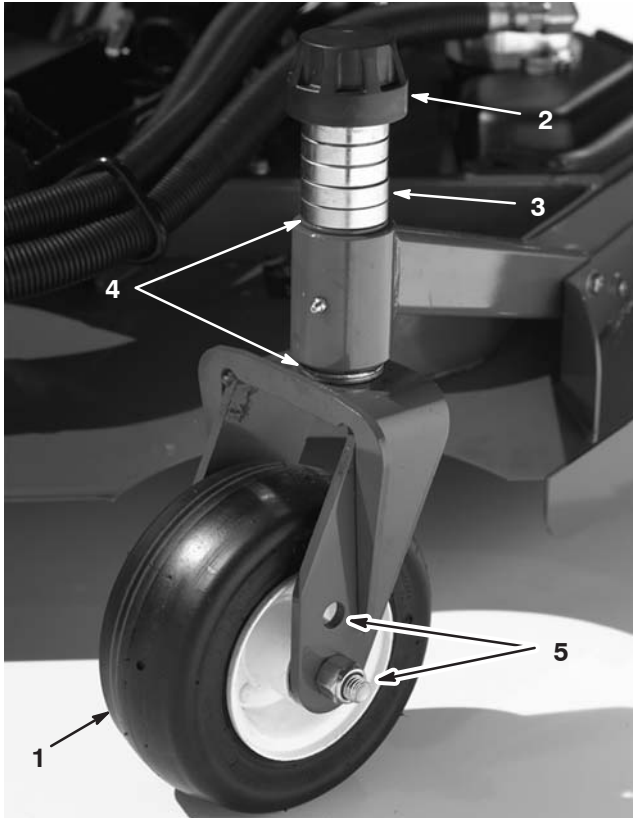
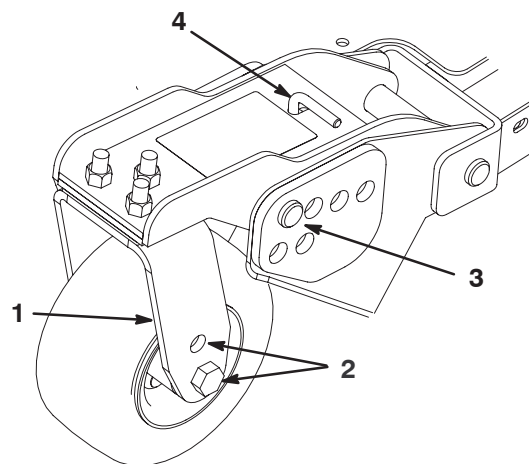
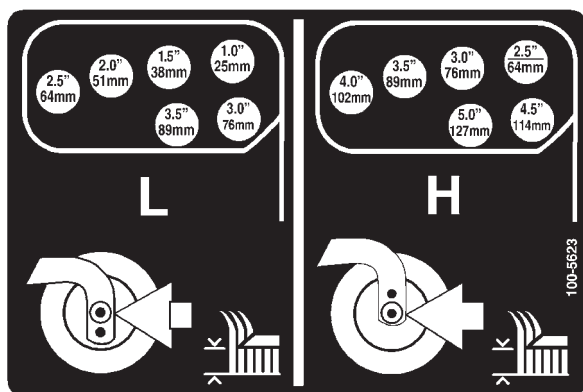

Bild 14
Bild 16
Bild 17
2. Stecken Sie die Laufradachsen in allen Gabeln in die gleichen Löcher (Bild 14 und Bild 16). Beachten Sie die nachstehende Tabelle, um die richtigen Löcher für die jeweilige Einstellung zu ermitteln.
1. Stecken Sie die Laufradachsen in allen Gabeln in die gleichen Löcher (Bild 14 und Bild 16). Siehe die nachstehende Tabelle, um das richtige Loch für die jeweilige Einstellung festzustellen.
2. Entfernen Sie die Spannkappe von der Spindelwelle (Bild 14) und schieben die Spindel aus dem Laufradarm. Ziehen Sie zwei Beilagscheiben (3,2 mm) so auf die Spindelwelle, wie sie ursprünglich montiert waren. Diese Beilagscheiben sind erforderlich, um alle Mähwerke über die Breite auf ein Niveau zu bringen. Ziehen Sie die erforderliche Anzahl von 12-mm-Distanzstücken auf die Spindelwelle, um die gewünschte Schnitthöhe herbeizuführen; ziehen Sie dann die Scheibe auf die Welle auf.
4. Entfernen Sie den Splint und den Lastösenbolzen von den Laufradgelenkarmen (Bild 16).
5. Drehen Sie die Spannstanze, um den Gelenkarm anzuheben oder abzusenken, bis die Löcher mit den ausgewählten Schnitthöheneinstellungslöchern im Mähwerkrahmen flüchtig sind (Bild 16 und Bild 17).